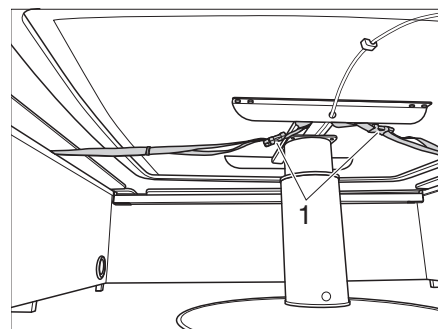

Fig. 57 Tavolo di sollevamento con cinghie
► Il tavolo di sollevamento non è fissato al pavimento. Prima della partenza abbassare il tavolo di sollevamento fino all'arresto inferiore e fissarlo alle dinette con le cinghie (Fig. 57,1).